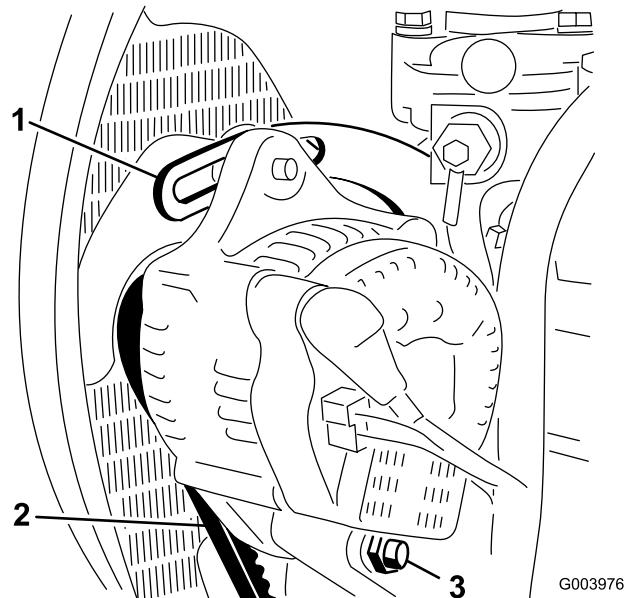

Figura 67
2. Compruebe la tensión de la correa del alternador presionándola (Figura 67) en el punto intermedio entre las poleas del alternador y del cigüeñal con una fuerza de 10 kg (22 libras).
3. Afloje el perno que fija el tirante al motor (Figura 67), el perno que fija el alternador al tirante y el perno de pivot.